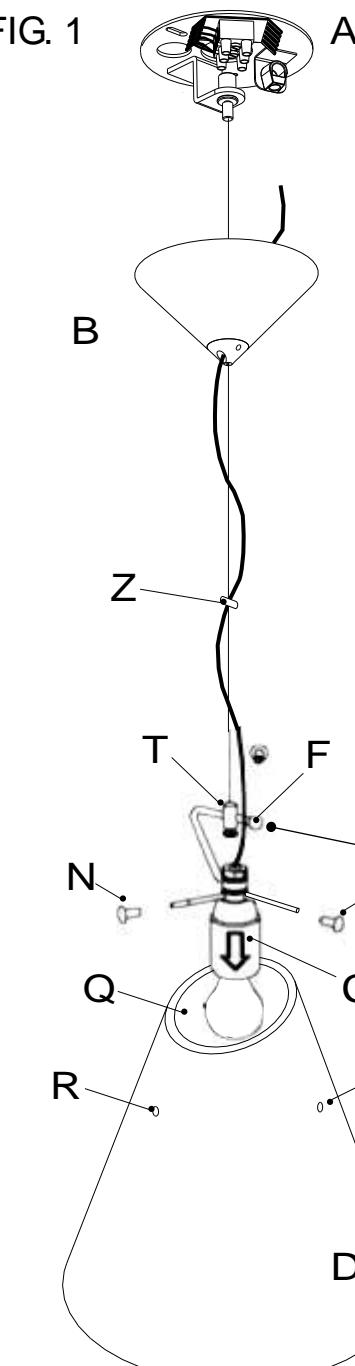

FIG. 2
- FIG. 2 Sospingere il rosone "B" verso il soffitto, e quindi fissarlo con il grano "H".
5. **BILD 2 -** Die Deckenrosette "B" gegen die Decke schieben und dann es mit dem Korn "H" fixieren.
5. **FIG. 2 -** Pousser la rosace "B" vers le plafond et ensuite la fixer avec le grain "H". **NB: EMPLOYER LA CLEF HEXAGONALE EN DOTATION AVEC LA ROSACE.**
5. **FIG. 2 -** Llevar el plafón hacia el techo y fijarlo con el perno "H". Nota: Utilizar la llave hexagonal suministrada con el plafón.